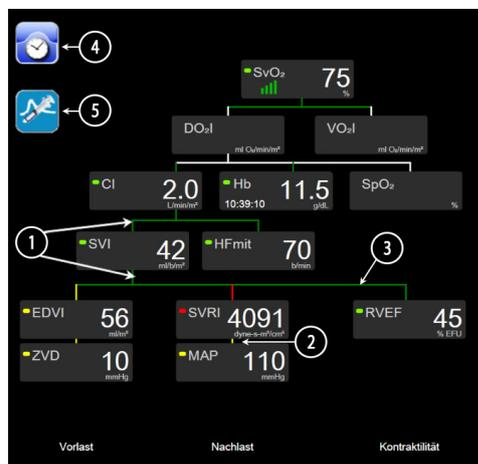

Abbildung 5-14 Bildschirm „Physiologiebezogene Bereiche“ während der Überwachung mit dem HemoSphere Swan-Ganz-Modul
- 2 Die senkrechten Linien, die zwei Parameter direkt verbinden, werden in derselben Farbe angezeigt wie das untere Parametersymbol (z. B. zwischen SVRI und MAP in Abbildung 5-14).
- 4 Die linke Leiste wird angezeigt, nachdem eine Bolusserie durchgeführt wurde. Tippen Sie auf das Symbol „Uhr/Kurve“, um die eventuell vorhandenen historischen Daten anzuzeigen (siehe Abbildung 5-14).
HINWEIS Das in Abbildung 5-14 gezeigte Beispiel entspricht dem Bildschirm während der Überwachung mit einem HemoSphere Swan-Ganz-Modul. Anzeigart und angezeigte Parameter können sich in den verschiedenen Überwachungsmodi unterscheiden. Bei einer Überwachung im minimalinvasiven Überwachungsmodus wird beispielsweise HF_{mit} durch PR, PPV und SVV ersetzt (sofern konfiguriert) und EDV sowie RVEF werden nicht angezeigt.